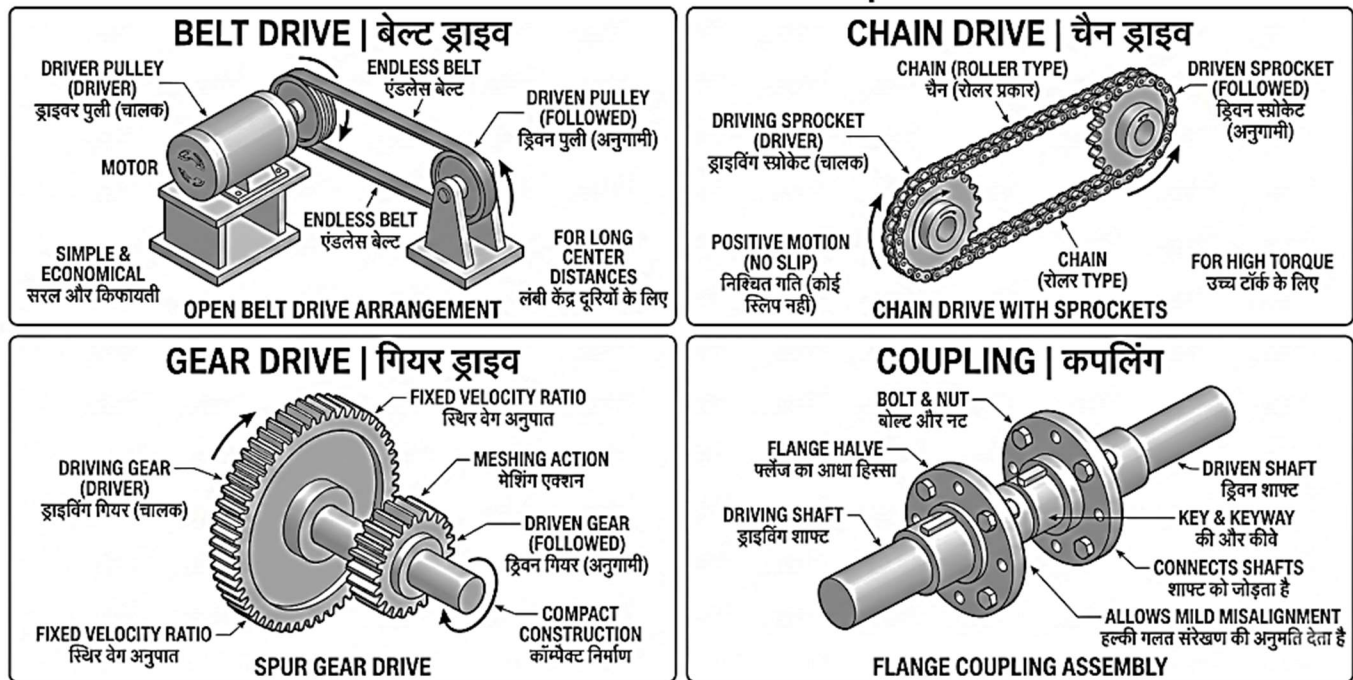

Fig.5.2: Power Transmission Elements and Their Applications | शक्ति संचरण अवयव एवं उनके अनुप्रयोग
5.2.1 Introduction to Power Transmission (Fig.5.2)
5.2.1 शक्ति संचरण का परिचय (Fig.5.2)